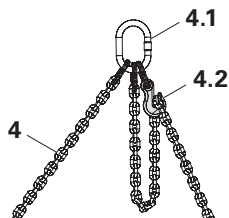

Fig. 19
1. Staccare il gancio accorcia catena (4.2) dall'imbracatura della gru (4). (Fig. 19)